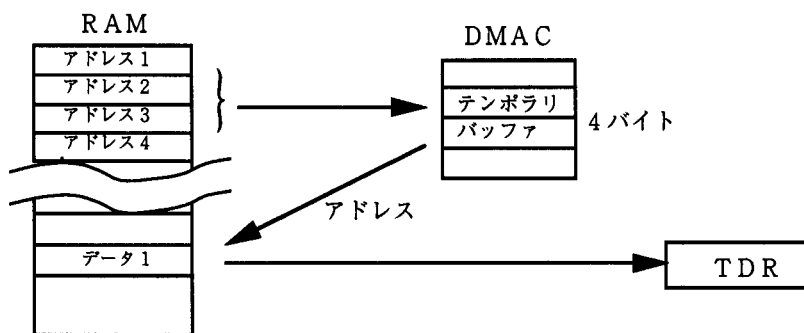

図3 DMACを用いたデータ転送（転送元間接アドレス）
- (4) RAMからTDRへのデータ転送は図3に示すようにDMACの間接アドレスモードを使用し、以下のようになります。
- (5) DMACの転送条件は表1、表2に示す通りです。